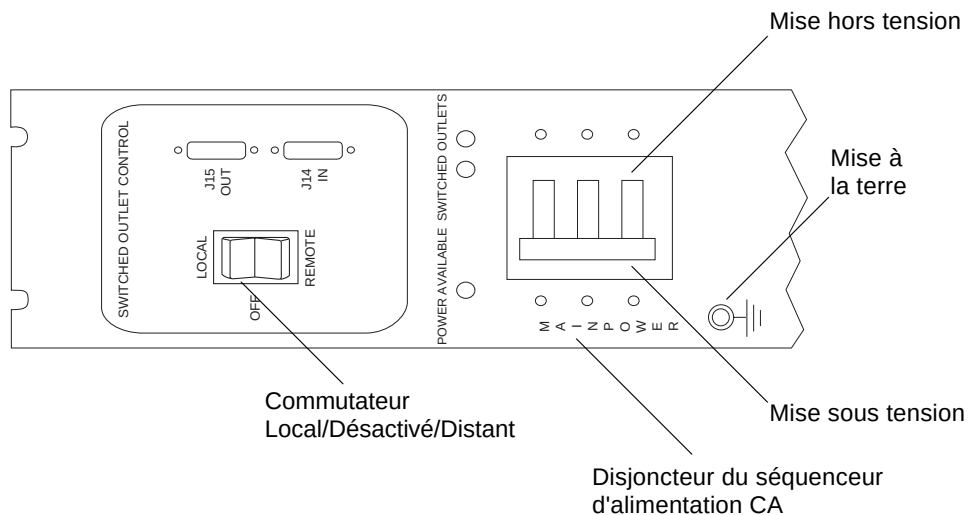

FIGURE 2-15 Panneau de commande du séquenceur d'alimentation arrière
1. **Vérifiez que les disjoncteurs du séquenceur d'alimentation CA avant et arrière sont tous deux en position Désactivé (FIGURE 2-15).**
2. Vérifiez que le commutateur Local/Désactivé/Distant est en position Distant sur chaque séquenceur d'alimentation (FIGURE 2-15).
2. **À l'avant et à l'arrière du coffret de base, placez les disjoncteurs des séquenceurs d'alimentation CA en position Activé (FIGURE 2-15).**